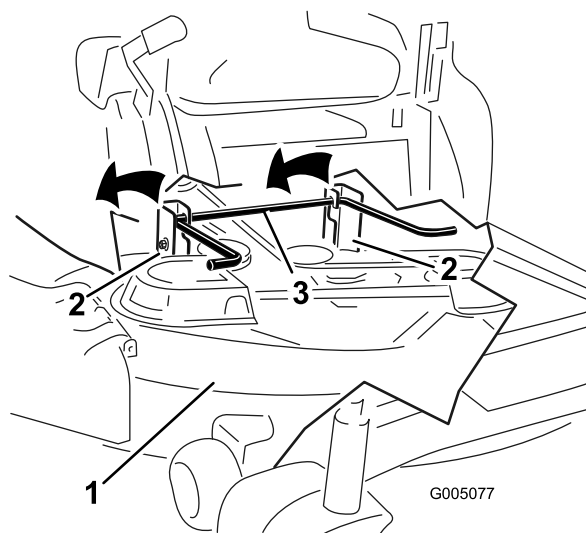

Figura 54
5. Usando las asas de la carcasa de corte, eleve la carcasa de corte y separe ésta y las pletinas de suspensión de la varilla de elevación trasera; luego baje el cortacésped con cuidado al suelo (**Figura 54**).
5. Eleve la parte trasera de la carcasa de corte y coloque los soportes sobre la varilla de elevación trasera (Figura 54).